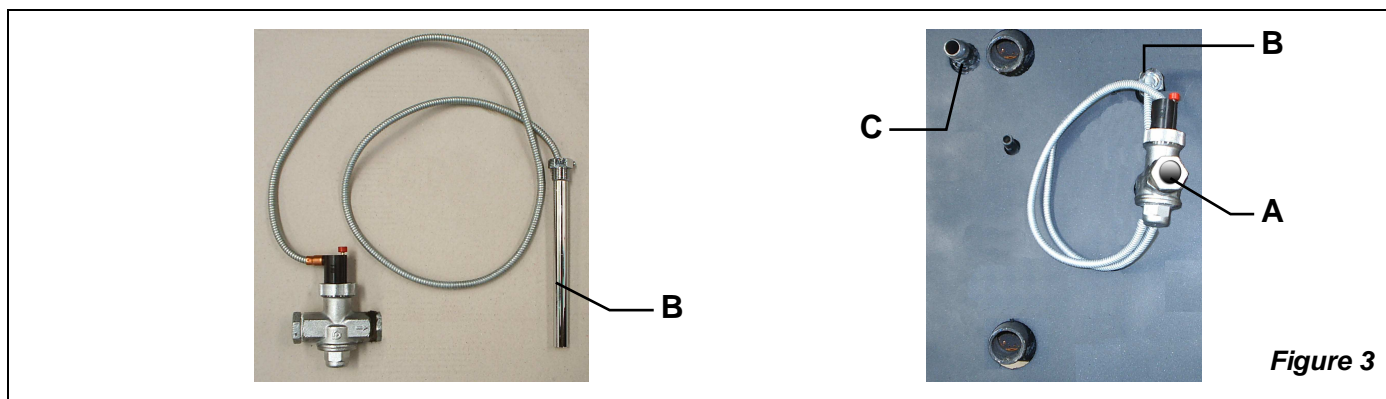

Figure 3
Le serpentin d'évacuation thermique devra donc être branché d'une part au système hydrique (Figure 3 A) et pour l'autre au système de drainage (C). La vanne d'évacuation thermique, dont sa boule devra être branché à la prise B, en arrivant à la température de sécurité permet l'accès de l'eau froide dans le serpentin contenu dans la chaudière et décharge l'excès thermique avec le tube C en direction d'une décharge installée.